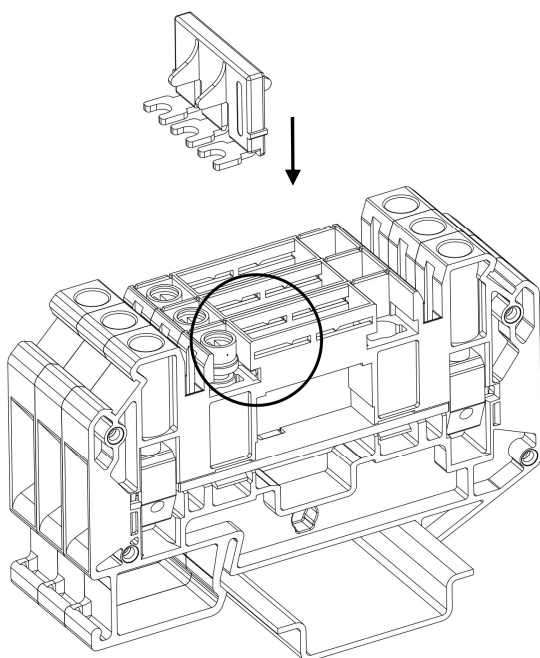
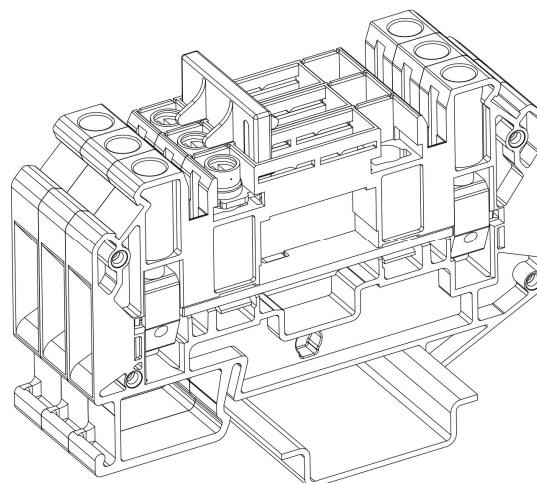

Рисунок 57 – установка моста коммутационной перемычки
Рисунок 58 – установленный мост коммутационной перемычки
- Давите мост в указанное отверстие чтобы соединить винт и втулки. Убедитесь, что мост попал в необходимые пазы (рис. 57; рис. 58).